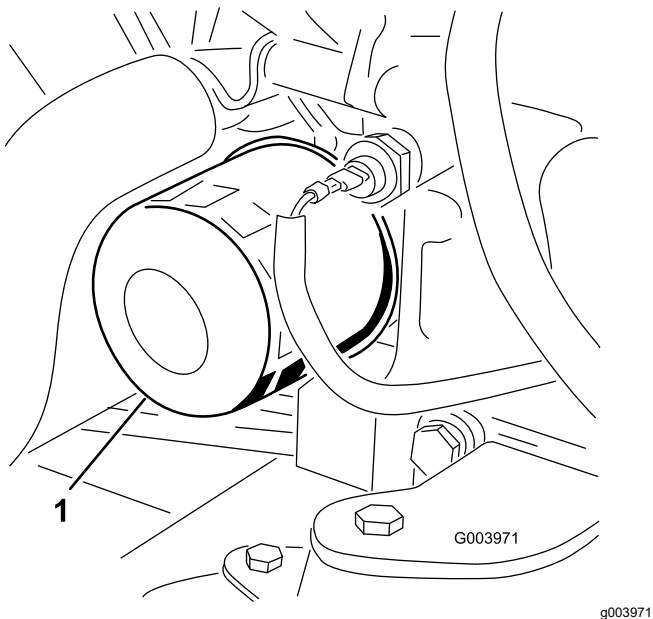

Figura 79
3. Retire el filtro de aceite (Figura 79).